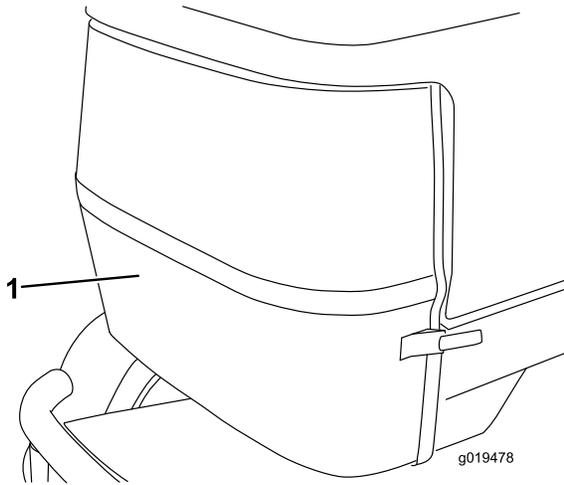

Figura 70
2. Desenganche y retire la rejilla trasera (Figura 70). Limpie a fondo la rejilla.